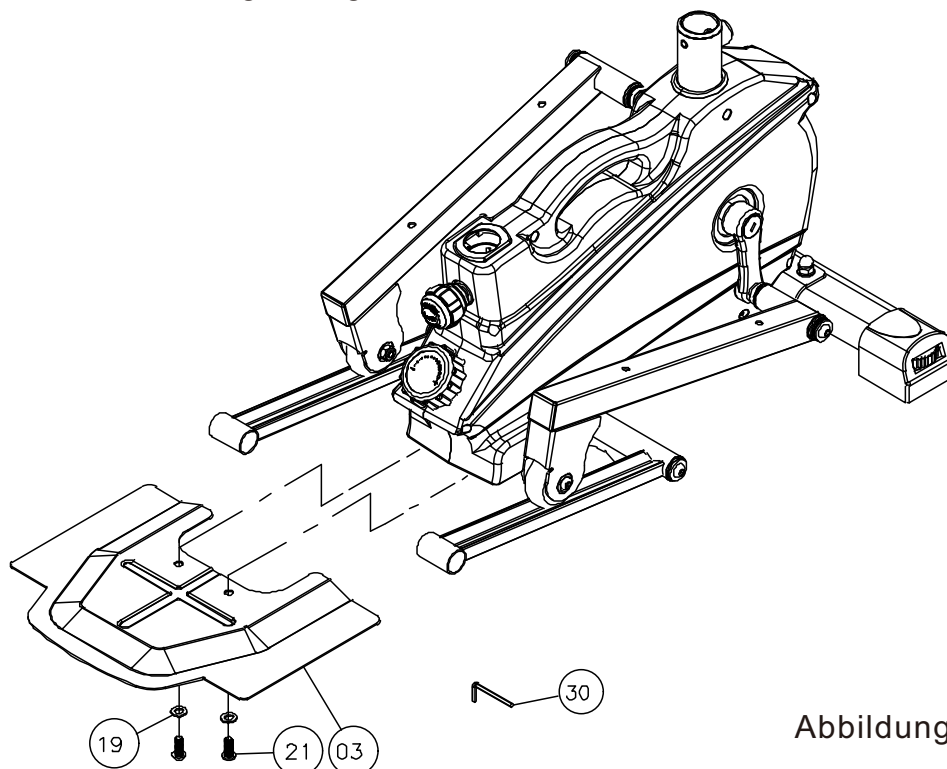

Abbildung 2
2. Verwenden Sie 2 Stück Nr. 21 Rundkopf-Innensechskantschrauben und Nr. 19 Flachscheibe, um die Nr. 03 Grundplatte und die Nr. 01 Haupttrahmenbaugruppe zu befestigen. Wie in Abbildung 2 dargestellt: